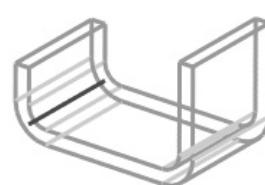

图 4.1.11 材料外侧
- ◆ **材料外侧** 选项：在成型状态下，折弯线位于折弯区域的内侧平面，如图 4.1.11 所示。